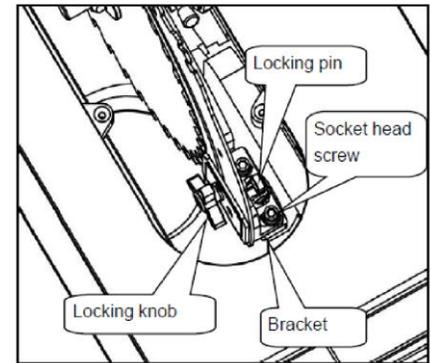

Рис.37
7.7 Установка и снятие расклинивающего ножа. См. следующий Рис.37.